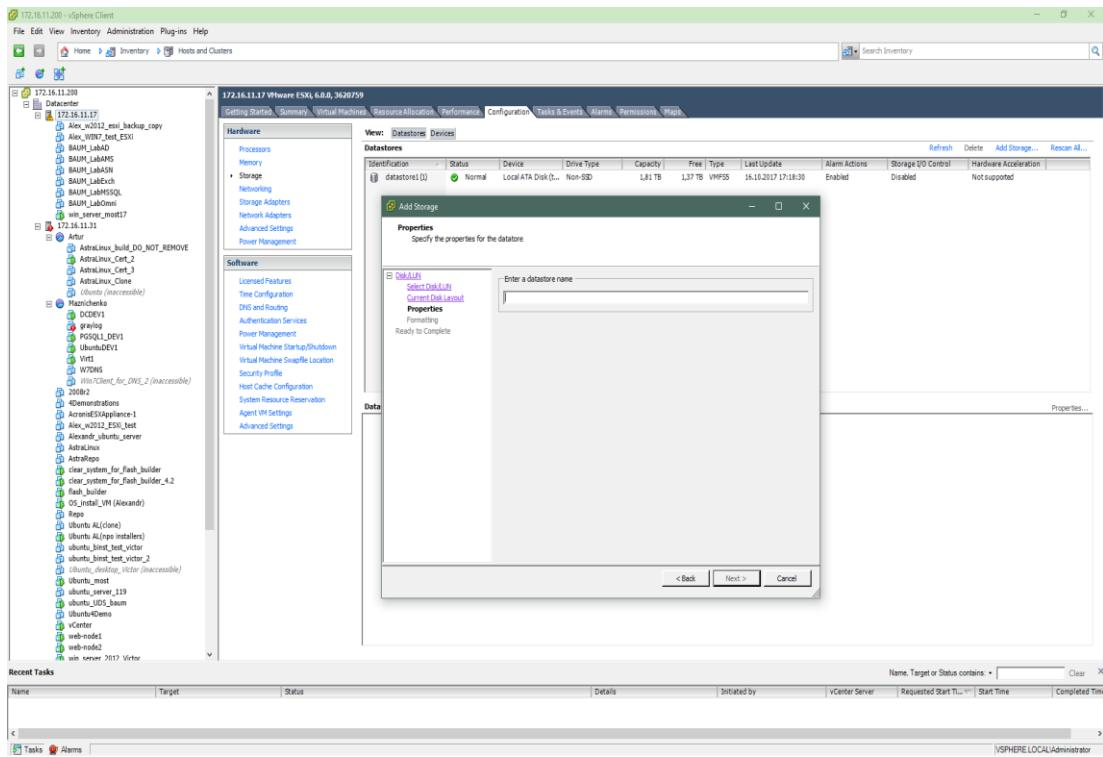

Рисунок 122. Имя Datastore
13. Введите имя луна в поле «Enter a datastore name» (см. Рисунок 122).